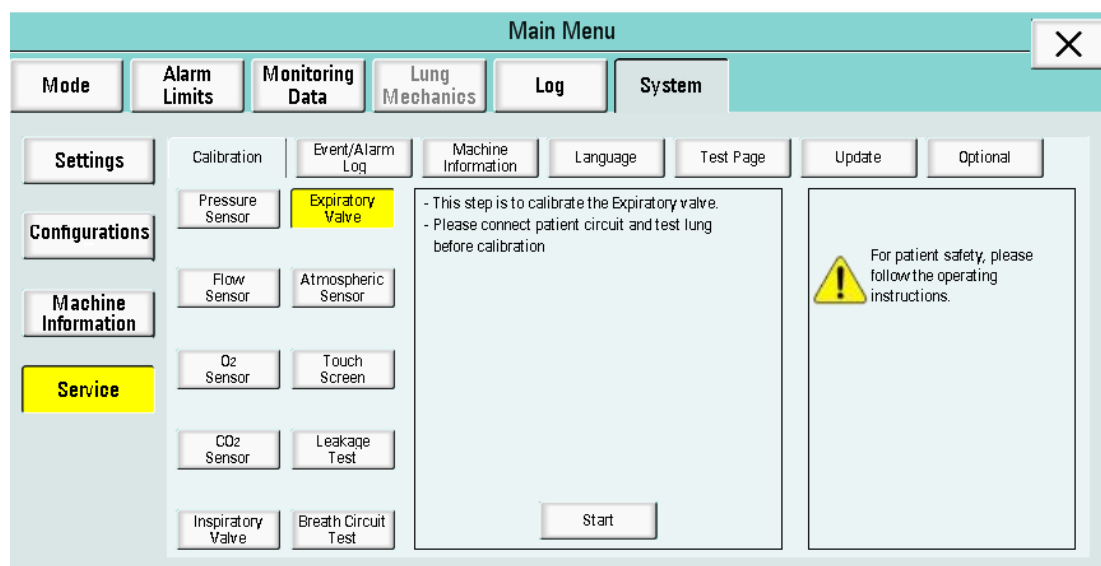

Figura 6-65
(6) Calibração da válvula expiratória: Clique em "Válvula expiratória" para entrar na interface. Uma mensagem é exibida: "Nesta etapa, é feita a calibração da válvula expiratória. Conecte o circuito do paciente e o pulmão de teste antes da calibração", como mostra a Figura 6-65.